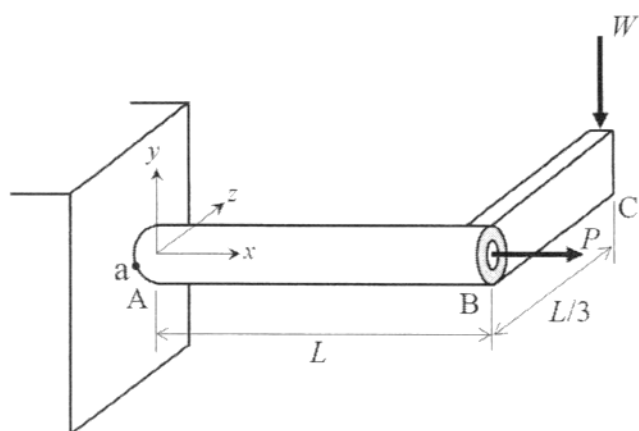
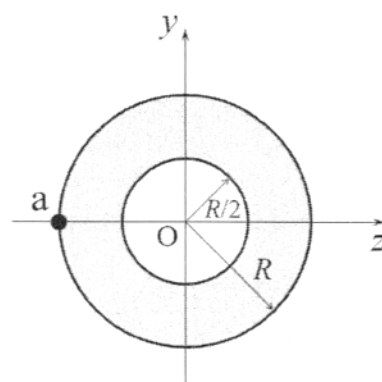
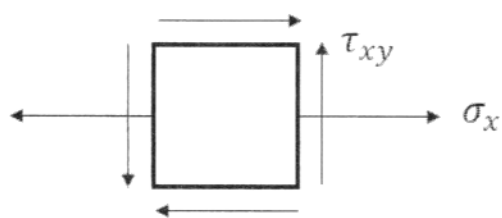

图 1-1
图 1-2
图 1-3
- I. 図 1-1 に示すように，長さ L の一様断面片持ちはり AB の B 端に，長さ $L/3$ の一様断面はり BC が直角に接続されている．はり BC の C 端には y 軸下向き方向の集中荷重 W が，片持ちはり AB の B 端の断面には x 軸方向の荷重 P が作用している．集中荷重 W が印加される前のはり BC の中心軸は z 軸に平行であり x - z 平面上にある．図 1-2 に示すように，片持ちはり AB は半径 R の円形断面形状を有し，軸方向に半径 $R/2$ の円孔があいている．片持ちはり AB の長さ L は半径 R に比べて十分に大きいとする．以下の設問に答えよ．
- (1) 片持ちはり AB の断面の I_y , I_z および I_p を求めよ．ここで， I_y , I_z は，それぞれ y 軸， z 軸に関する断面二次モーメントであり， I_p は図心 O に関する断面二次極モーメントである．
- (2) 図 1-3 は片持ちはり AB の固定端の点 a における応力状態を示したものである．点 a の垂直応力 σ_x とせん断応力 τ_{xy} を求めよ．
- (3) 片持ちはり AB の固定端の点 a における最大主応力および最大せん断応力を求めよ．